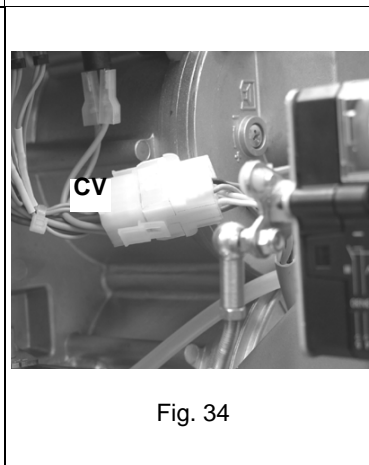

Fig. 34
- 4 Desconectar el conector CV, Fig. 34.